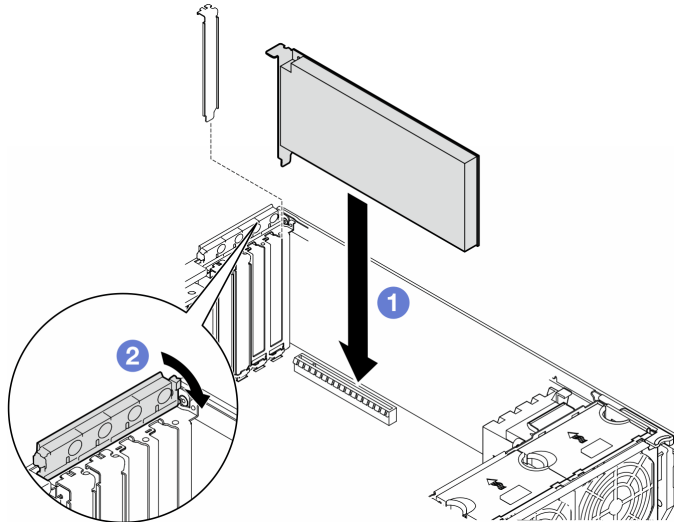

Figura 94. Instalação de um adaptador PCIe HL
- Para substituir um adaptador PCIe existente, ignore o procedimento de instalação: Figura 94 "Procedimento de instalação de um adaptador PCIe HL" na página 125